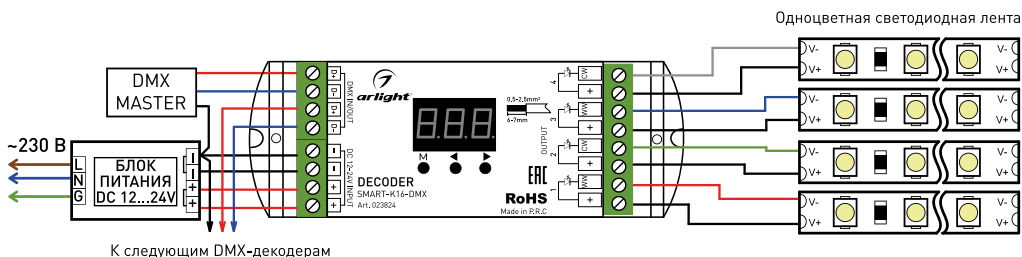

Рис. 1. Общая схема подключения декодера.
- 3.3. Согласно схеме (рисунок 1), подключите светодиодную ленту или другой совместимый светодиодный источник света к выходу **OUTPUT** декодера. Подключите источник DMX-сигнала к входу **DMX INPUT**. Подключите источник питания к входу **INPUT 12-24V**. Соблюдайте полярность и порядок подключения проводов к клеммам.